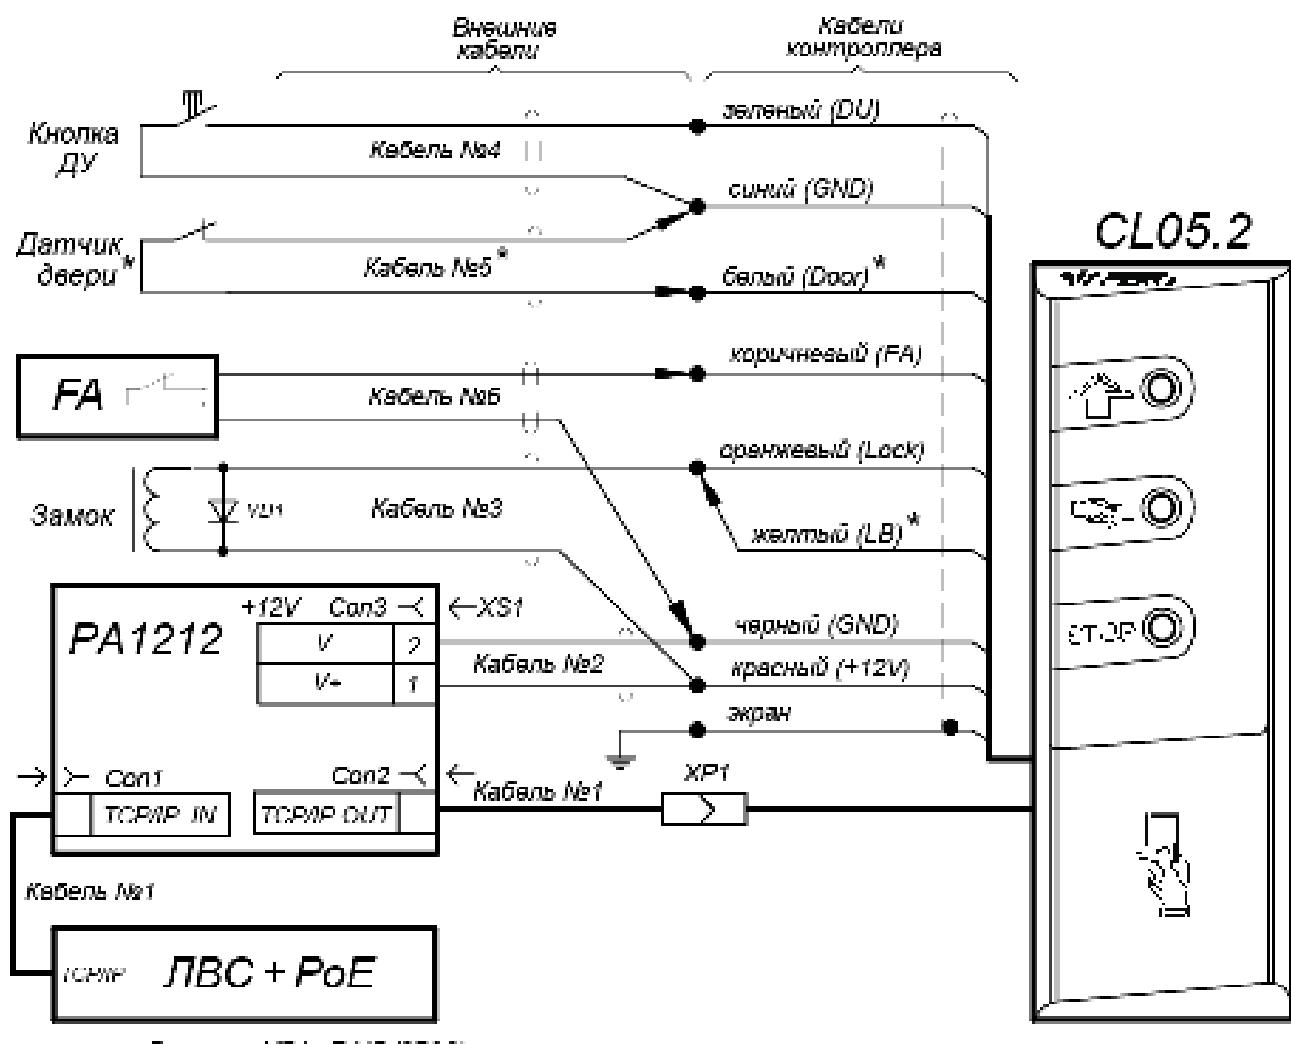

Рисунок 6. Схема подключения контроллера через PoE-сплиттер
3. Подключите цепи питания контроллера к разъему **Con3** сплиттера. Схема подключения приведена на рис. 6 (остальные подключения согласно схеме на рис. 3, рис. 4, штекер для подключения к разъему входит в комплект поставки сплиттера).
В совместной работе с контроллером **PERCo-CL05.2** применяется конфигурация пирометра "ВВУ без тактирования". В этом режиме измерение температуры пирометром проводится непрерывно. Пирометр подключается к контроллеру по схеме на рис. 6 (на пирометре при помощи джамперов установите режим и соедините коричневый IN и оранжевый GND провода пирометра между собой), а контроллер конфигурируется для работы с ВВУ по предъявлению разрешенного идентификатора (см. пример конфигурации контроллера ниже по тексту).